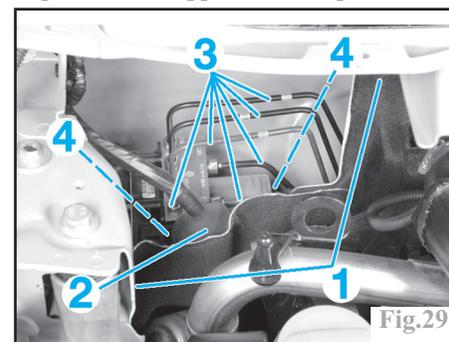

Fig.29
- les clips de l'insonorisant (1) du tablier et l'écarter (Fig.29).